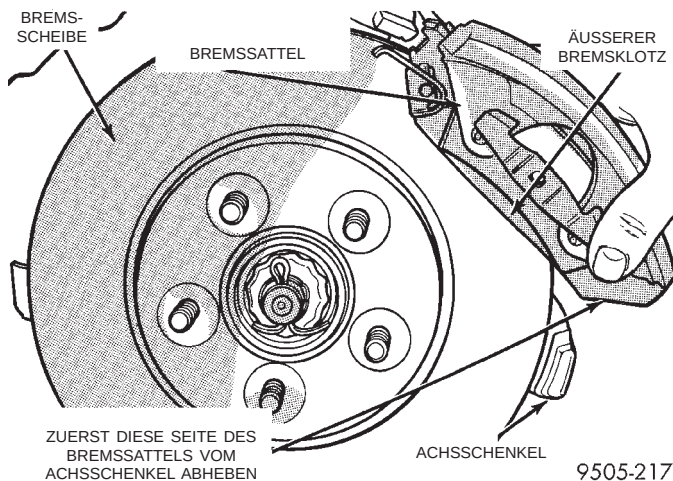

Abb. 61 Bremssattel abbauen
(6) Bremssattel vom Achsschenkel abbauen. Dazu zunächst den Bremssattel unten anheben und dann den oberen Teil unter dem Achsschenkel herausziehen (Abb. 61).